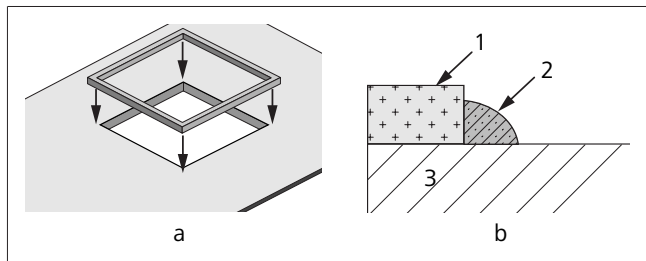
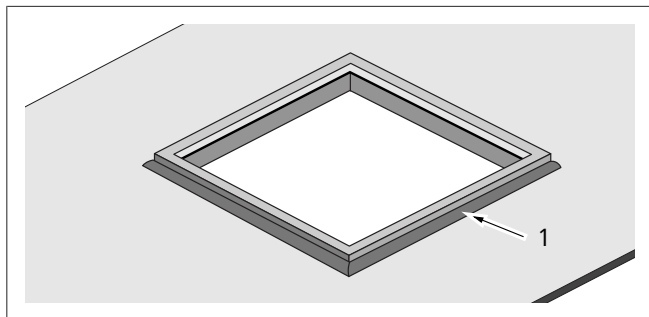

Fig. 14 CTT35_Montage_du_joint sur une découpe 360 x 360 (sans cadre adaptateur)
Fig. 15 Application du mastic d'étanchéité (uniquement applicable aux joints sur découpe 360x360, sans cadre adaptateur)
1. Décollez le papier de protection et collez le joint sur le toit (découpe 360 x 360). Voir Fig. 14-a et b.
3. Appliquez du mastic d'étanchéité autonivelant pour toits de véhicules de loisir autour du joint pour empêcher toute fuite. Voir Fig. 14-b et Fig. 15.